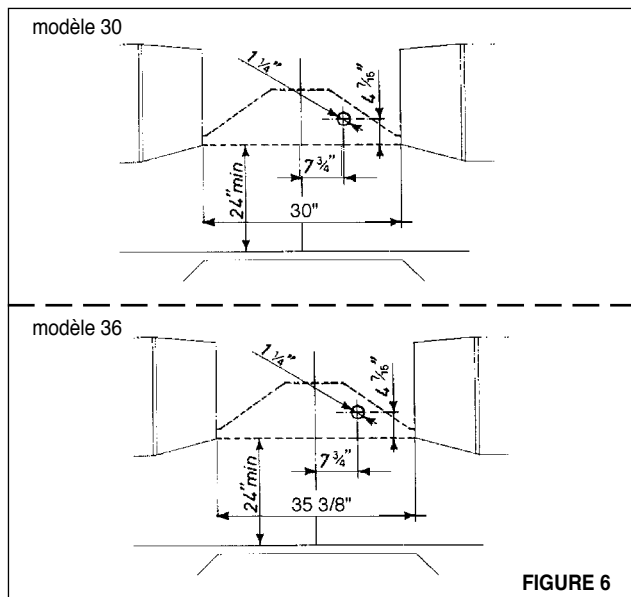

FIGURE 6
6. Déterminer l'emplacement approprié pour le câble d'alimentation, tel qu'il est indiqué à la FIGURE 6. Utiliser un foret de 1 1/4 po pour faire un trou et y passer le câble d'alimentation. Utiliser du calfeutrage pour sceller tout autour du trou. **NE PAS mettre en circuit tant que l'installation n'est pas complétée.**